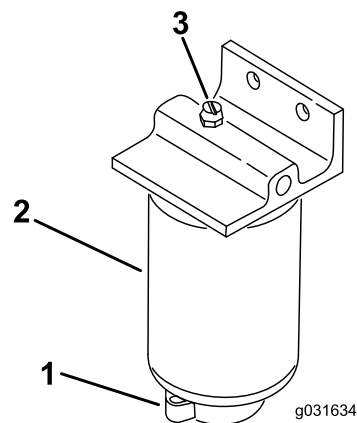

Figura 53
2. Liberte a válvula de escoamento que se encontra na zona inferior do filtro (Figura 53).
1. Limpe a zona de montagem do filtro (Figura 53).